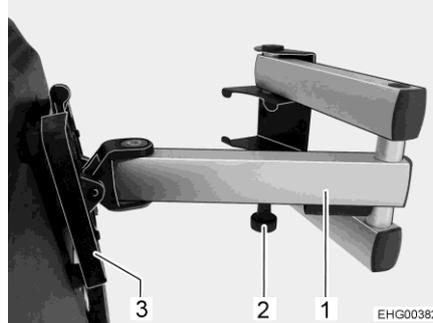

Fig. 77 Support (bras articulé de deux pièces)
- Tirer sur le bouton de déverrouillage (Fig. 77,2). Le bras articulé (Fig. 77,1) est déverrouillé.
- Faire retourner l'écran plat dans sa position initiale jusqu'à ce que le support (Fig. 77,3) s'enclenche de manière audible dans le dispositif de verrouillage.